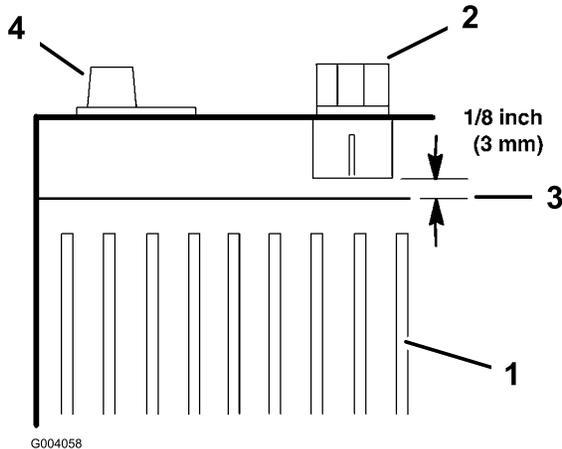

図 36
7. 電解液の量が給水口の下端から 3 mm 程度になるように蒸留水を補給する (図 36)。